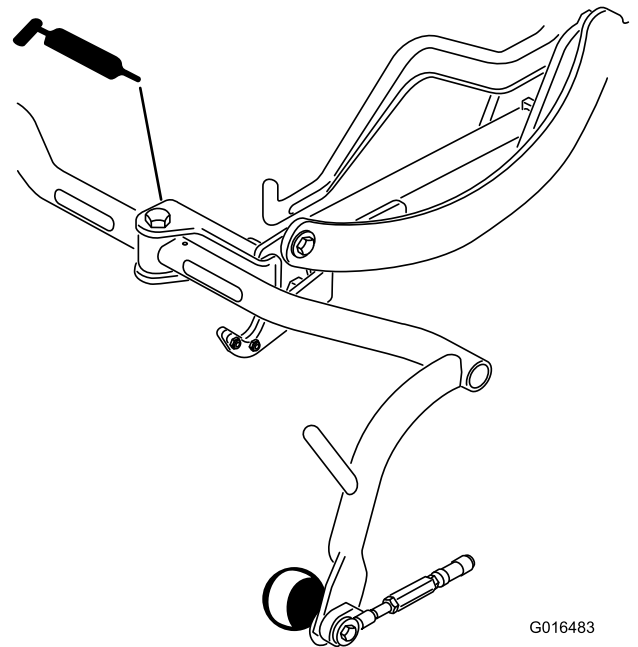

Figura 30
- Perno del telaio portante (3) (Figura 30)